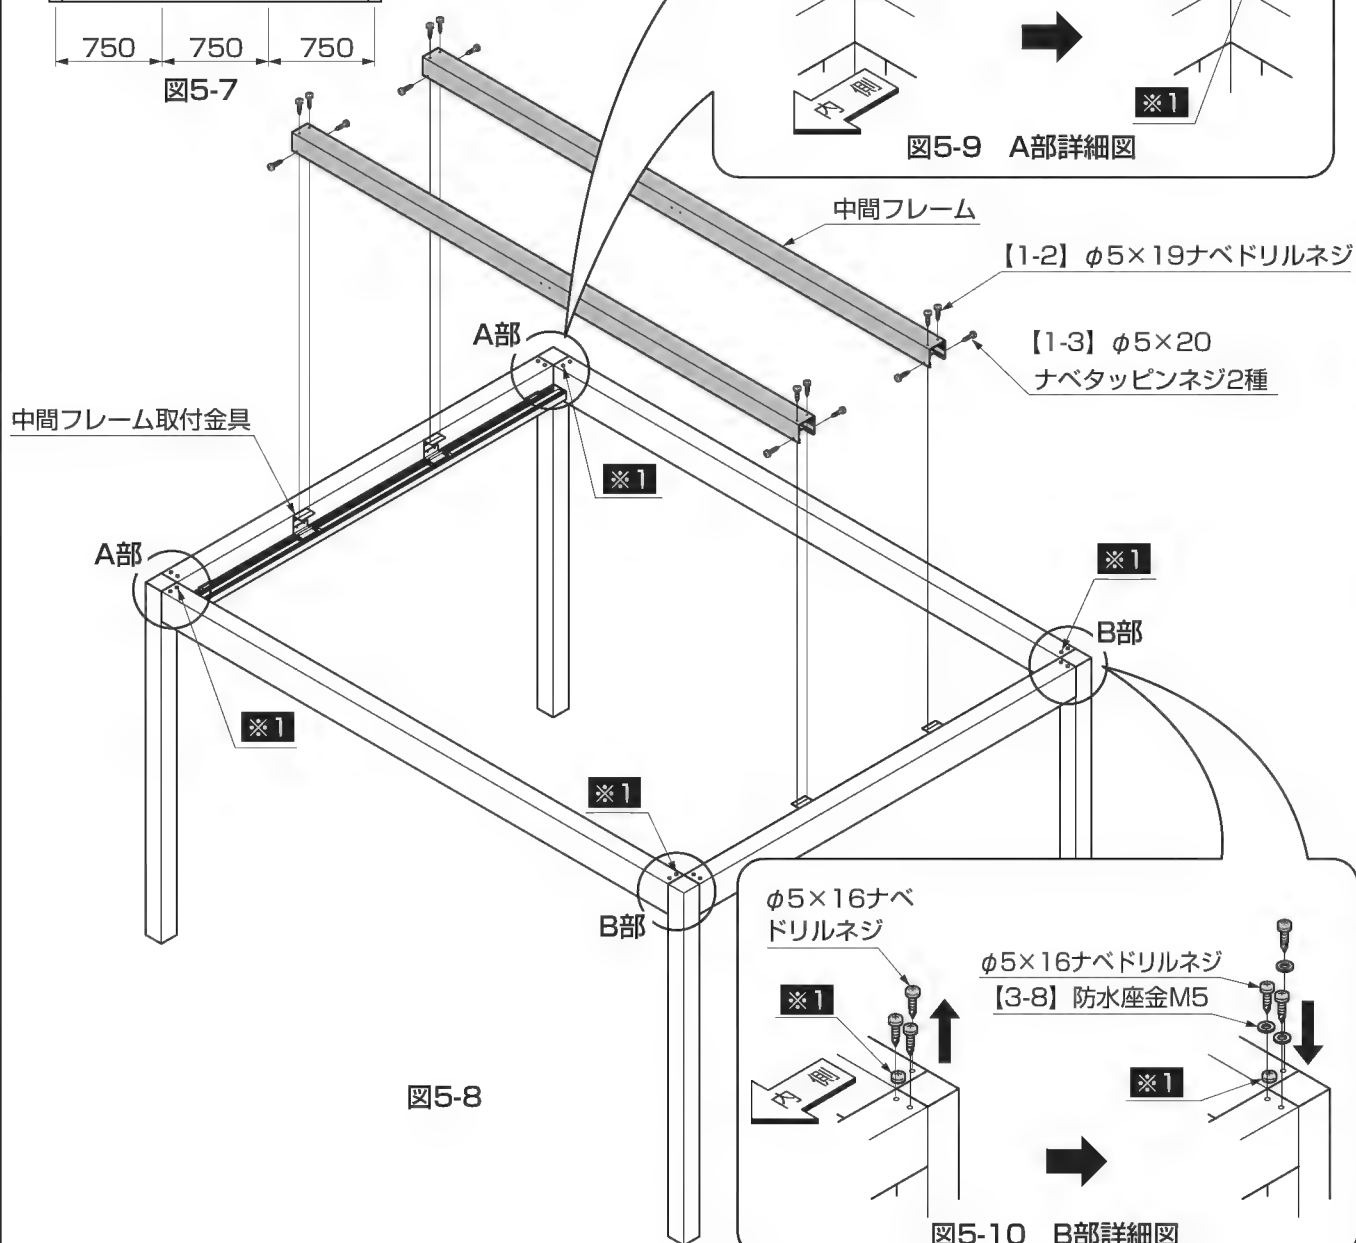

図5-8
①中間フレームを中間フレーム取付け金具に【1-2】、【1-3】で取付けてください。（図5-8参照）